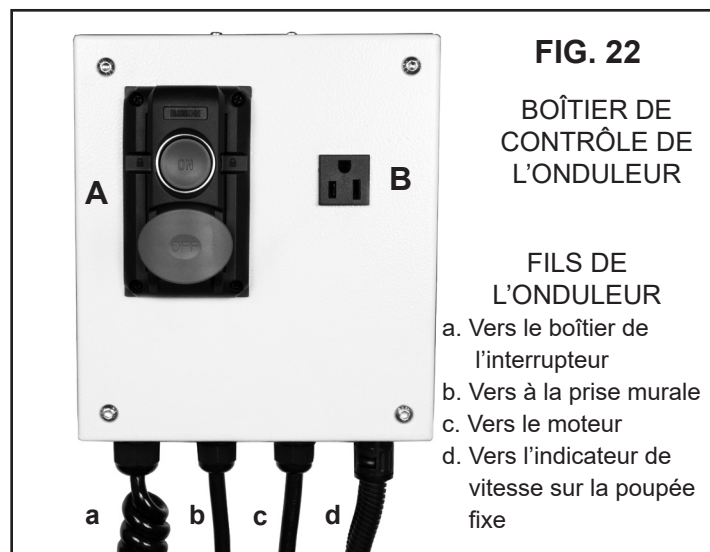
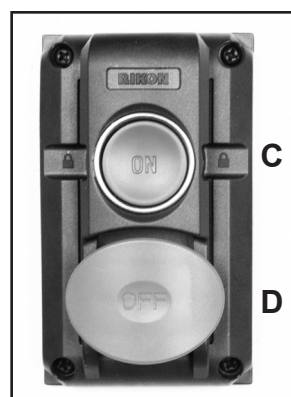

FIG. 22
FIG. 23
Le tour 70-1824VSR est muni d'un interrupteur MARCHÉ/ARRÊT (Fig. 22, A) situé sur le boîtier de l'onduleur sous l'extrémité de la poupée fixe du bâti du tour. Cet interrupteur DOIT être actionné avant et après l'utilisation du tour. Il permet d'activer le boîtier de l'interrupteur pour utiliser le tour. Il éteint totalement le tour lorsqu'il n'est pas utilisé pour une longue période de temps. Cet interrupteur protège les composants électriques, particulièrement empêcher l'afficheur LCD de brûler, et empêche l'accès non-désiré par les enfants ou les spectateurs. L'interrupteur possède aussi un verrou pour sécuriser davantage le tour. Appuyez sur le bouton vert (Fig. 23, C) pour démarrer le tour. Appuyez sur le bouton rouge (D) pour arrêter le tour..
Une prise électrique de 115V (Fig. 22, B) est livrée sur le boîtier de l'onduleur pour brancher une lumière ou autres accessoires avec une fiche à 3 broches. Lorsque non-utilisée et pour la sécurité des enfants, le couvercle fourni devrait être en place sur la prise. Ceci gardera aussi la poussière hors de la prise.
**NOTE :** L'interrupteur Marche/Arrêt principal (page 15, fig. 22, A) doit être allumé pour que le boîtier soit fonctionnel.
**⚠ ATTENTION** | Changer le sens de rotation seulement une fois la broche complètement arrêtée. Si l'interrupteur est actionné lorsque le tour est en marche, il s'arrêtera automatiquement et un code '0000' s'affichera sur l'indicateur de vitesse (E). Appuyez sur le bouton vert 'MARCHE' pour redémarrer dans le nouveau sens de rotation.
**B. BOUTON MARCHE:** Appuyez sur le bouton vert pour démarrer le tour. Appuyez sur le bouton rouge (D) pour arrêter le tour.